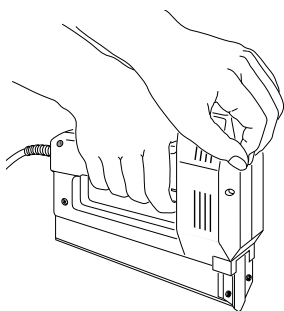

Figure 7
- Appuyez fermement la paume de la main sur la tête de l'outil (consultez la Figure 7).